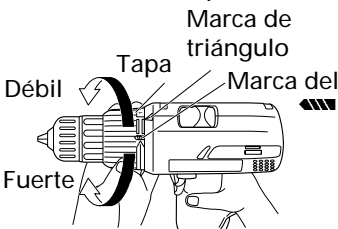

Fig. 9
5. Confirmar la posición de la cubierta (Ver la Fig. 9)
(2) Indicación del par de apriete (Consulte la Fig. 9)
(3) Ajuste del par de apriete (consulte la Fig.9)